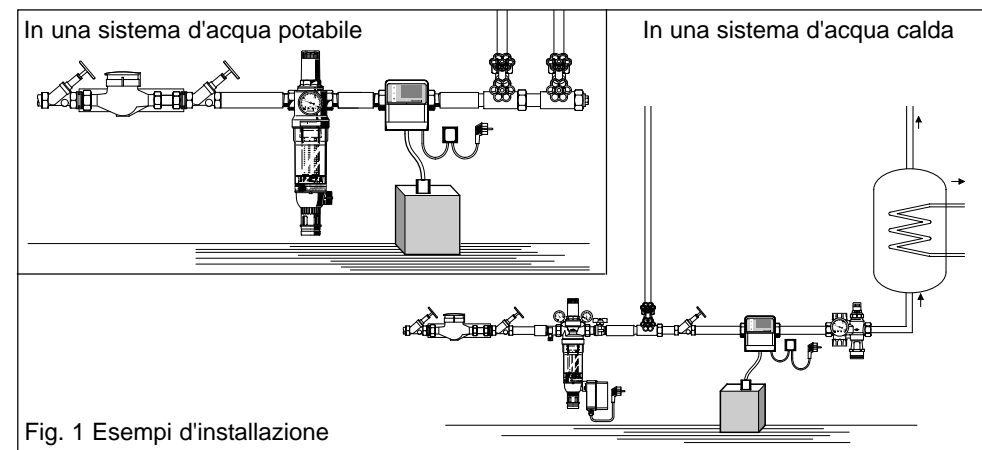

Fig. 1 Esempi d'installazione
- Sulla tubazione orizzontale direttamente sul misuratore di portata (Fig. 1).